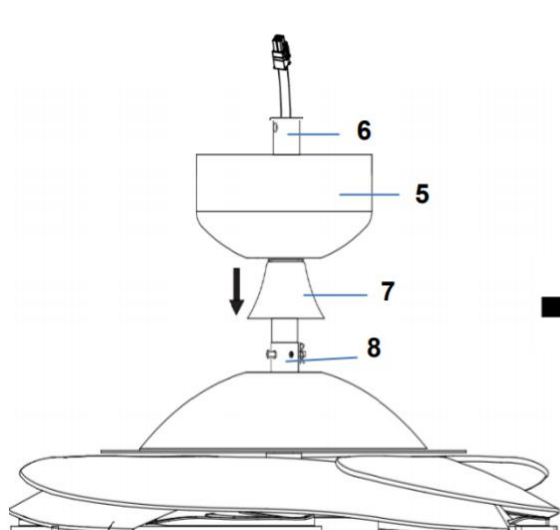
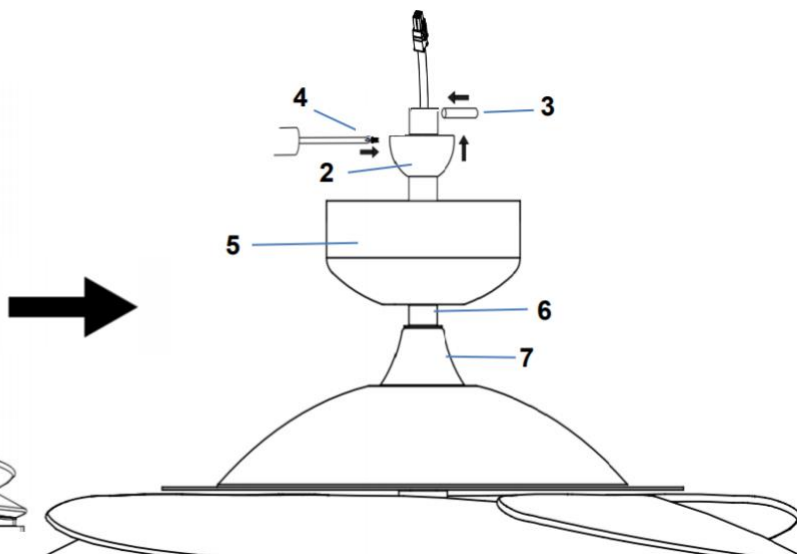

Fig. 4.5
Fig. 4.6
6. Enfilez le couvercle décoratif (7) sur la tige descendante (6) pour recouvrir le boîtier de raccordement de la tige descendante (8). (Fig. 4.5)
7. Insérez le cache (5) sur la tige descendante (6), ré-installez la rotule (2) et la cheville (3) sur la tige descendante (6) et fixez-les en serrant les vis de réglage (4). (Fig. 4.5 et Fig. 4.6)